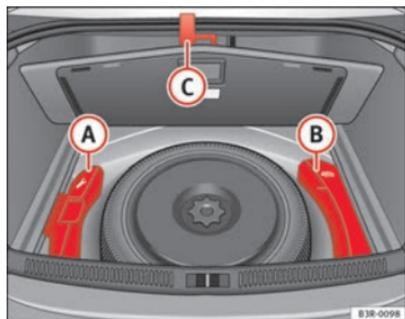

Fig. 176 Boîte à outils et cric
L'outillage de bord (A) et le cric (B) ⇒ fig. 176 se trouvent sous le revêtement du plancher de chargement du coffre à bagages.
- Accrochez la poignée (C) au niveau du joint du coffre à bagages.